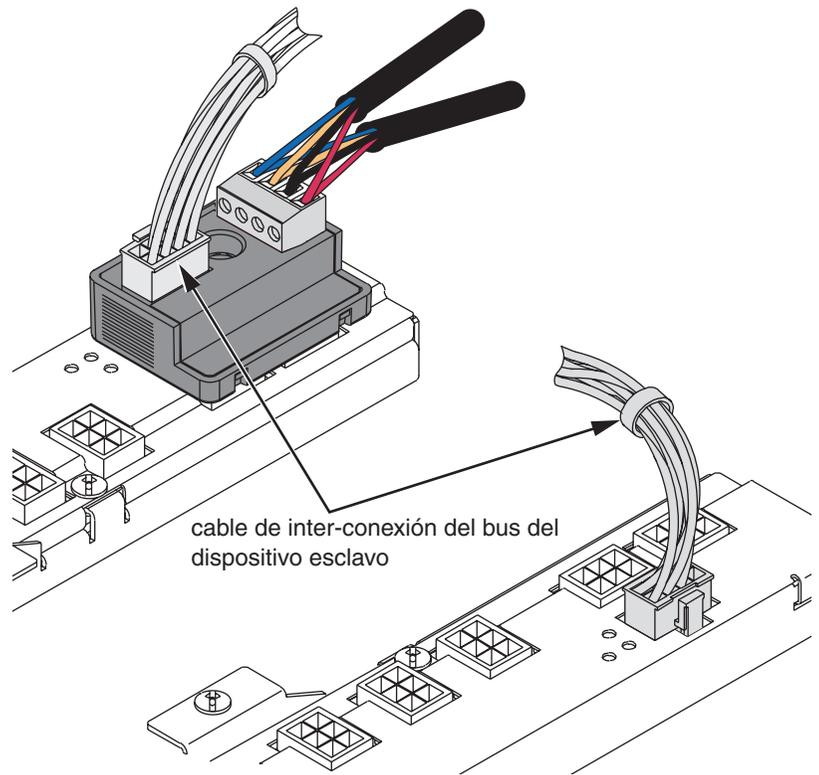

Figura 7: Conexión del cable de interconexión del bus del dispositivo esclavo
- Si tiene un bus de control izquierdo, se deberá utilizar un cable NF2HG3 de interconexión del bus del dispositivo esclavo para conectar el bus de control derecho al bus de control izquierdo. Inserte uno de los conectores del cable a la conexión del cable de interconexión del bus del dispositivo esclavo ubicada en el selector de direcciones del dispositivo esclavo (vea la Figura 7).
- Inserte el otro extremo del cable de interconexión del bus del dispositivo esclavo en la conexión del cable de interconexión del bus del dispositivo esclavo ubicada en el bus de control derecho (vea la Figura 7).